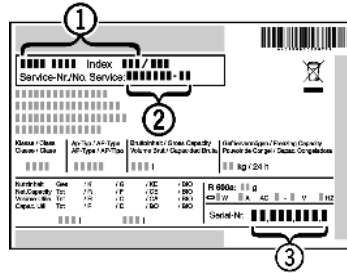

Fig. 20
- ▶ Denominación del aparato Fig. 20 (1), nº del servicio técnico Fig. 20 (2) y nº de serie Fig. 20 (3) en la placa de identificación. La placa de identificación se encuentra en la parte interior izquierda del aparato.
- ▶ Informe al servicio postventa e indique el fallo, la denominación del aparato Fig. 20 (1), el nº del servicio técnico Fig. 20 (2) y el nº de serie Fig. 20 (3).